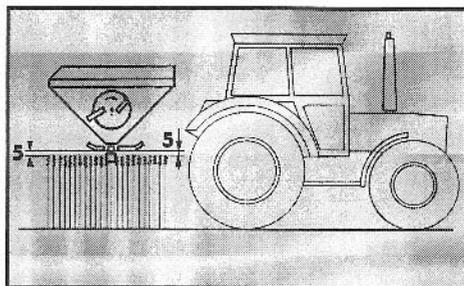

Fig. 7.4
- Die Anbauhöhe des Streuers mit Hilfe der Traktor-Dreipunkthydraulik so hoch einstellen, daß der Abstand zwischen Getreidespitzen und Streuscheiben ca. 5 cm beträgt, gegebenenfalls die Unterlenker-Bolzen in der unteren Bohrung der Unterlenkerkonsole befestigen (Fig. 7.4).